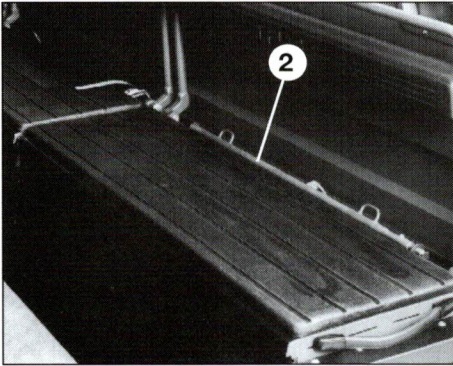

fig. 5.21
- **Paletten** oder kurze Transportgüter auf der unteren Ladefläche müssen mindestens mit der Ladegutsicherungs-Stange (siehe fig. 5.21) gesichert werden.
- **Les palettes** ou marchandises de dimensions réduites doivent être fixées à la surface de chargement inférieure au moins par la barre de sûreté de transport (cf. fig. 5.21).
- Le **palette** o le merci corte sulla superficie di carico inferiore, devono essere assicurate almeno con le stanghe di sicurezza (vedi fig. 5.21).